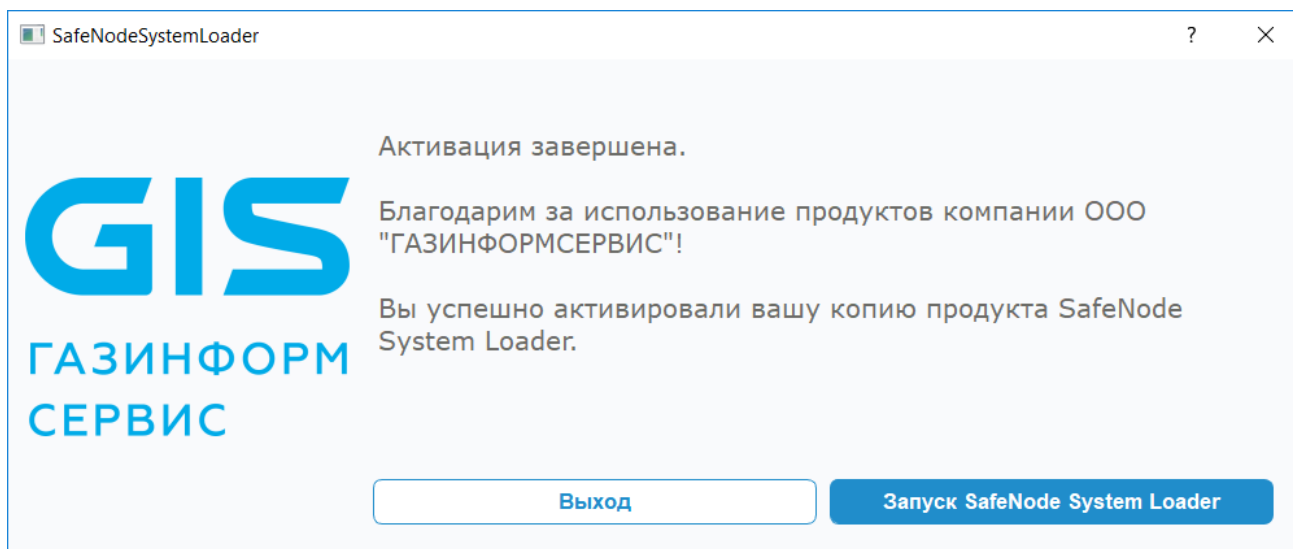

Рисунок 6.19 – Успешная активация лицензии
6.2.12 В случае успешного применения файла лицензии на экране ЭВМ появится диалоговое окно (рисунок 6.19).